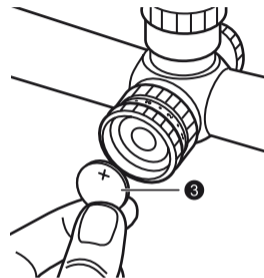

Fig. 3-2
- ② Mettez une pile au lithium de 3 V ③ dans le compartiment, le pôle positif (+) tourné vers le haut (Fig. 3-2).
- ③ Remettez le capot et vissez-le dans le sens des aiguilles d'une montre à l'aide du dispositif d'ouverture dédié, jusqu'à ce qu'il soit vissé à fond.